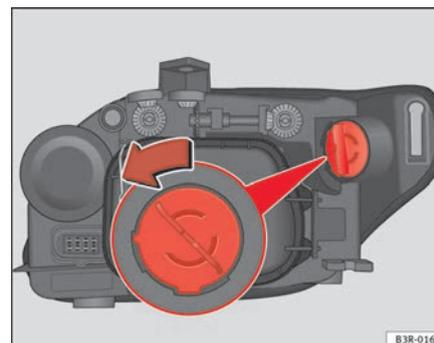

Fig. 190 Lampe du feu clignotant
- Tournez le porte-ampoule dans le sens inverse des aiguilles d'une montre en le saisissant par la poignée ⇒ fig. 190. Retirez le support et l'ampoule.